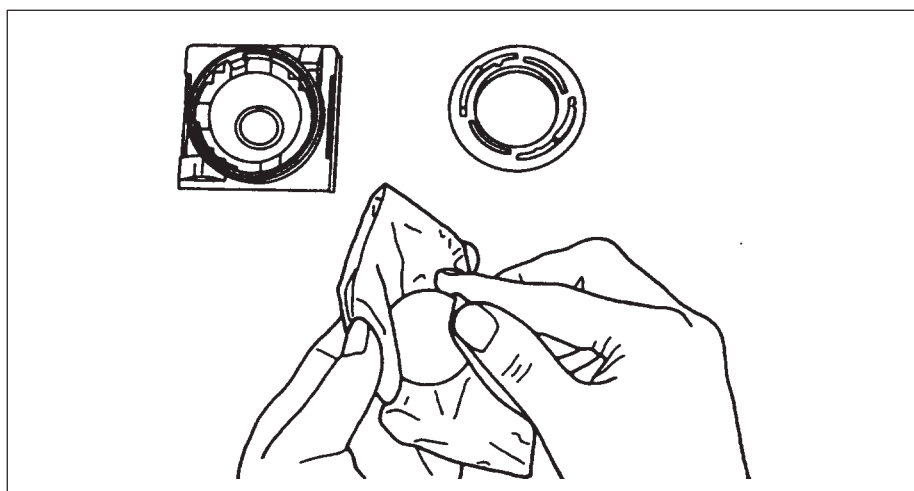

Figura 2-10 Pulizia della pallina
4. Pulire la pallina con acqua corrente cui può essere aggiunto un detergente neutro (figura 2-10).